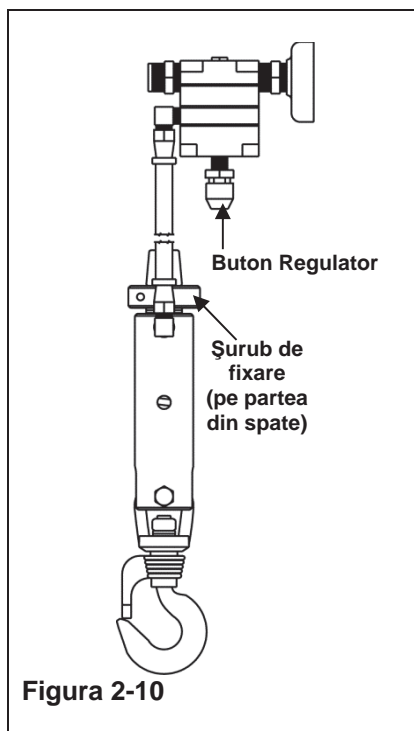

Figura 2-10
- Pas 1. Goliți regulatorul de descărcare răsucind butonul în sens antiorar până când se oprește. (Vezi Figura 2-10)